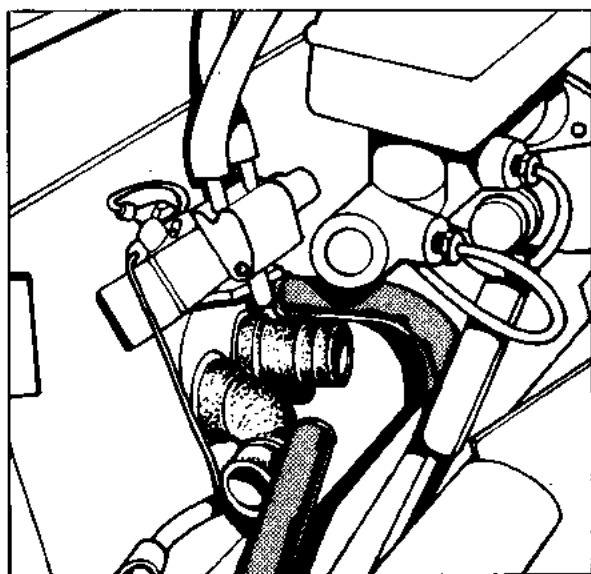

Fig. 5
- Draai de slangklemmen van de toevoer- en afvoerslang van de verwarming los en trek de slangen van hun aansluitingen (fig.5).